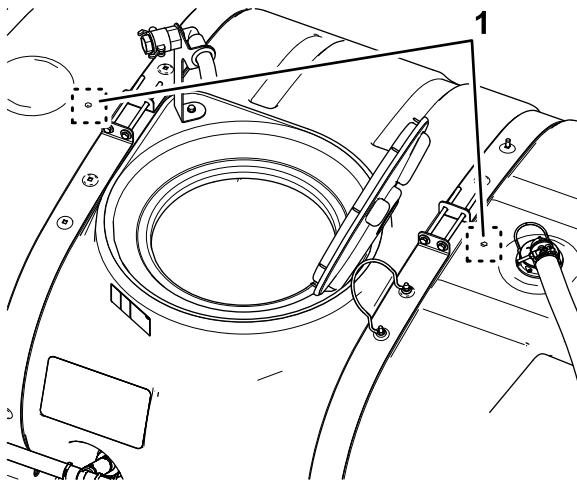

Рисунок 17
- Найдите в основном баке две отметки для сверления (Рисунок 17).